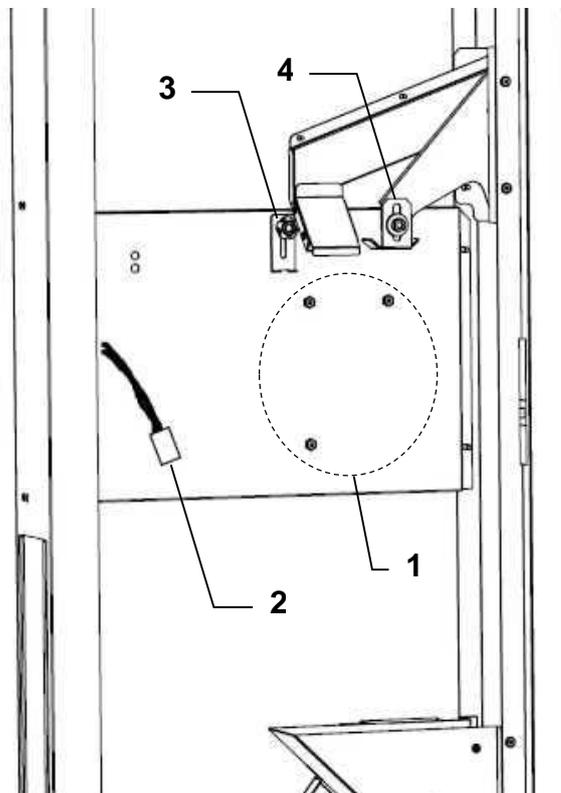

Figure 4.1
- Fixer le monnayeur rendeur faisant correspondre ses 3 trous postérieurs aux 3 supports placés sur la plaque de fixation (Figure 4.1 /1);
- Brancher le câblage du monnayeur rendeur au câblage de l'adaptateur provenant de la platine électronique (Figure 4.1 /2);
- Régler la position du levier du monnayeur rendeur en dévissant la vis appropriée (Figure 4.1 /4)
- Fixer le monnayeur rendeur au moyen du support approprié (Figure 4.1 /3);